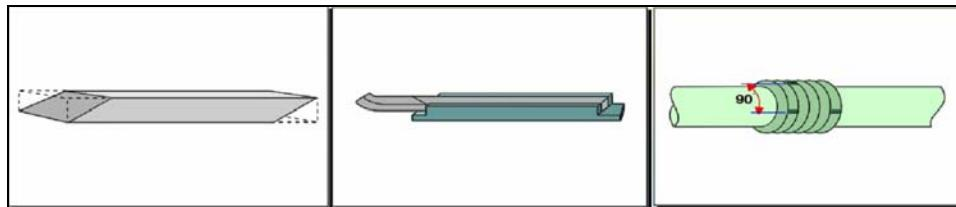

Figura 16 – Corte obliquio, dispositivo de corte e posicionamento das gaxetas.
- 6º. Cortar novos anéis de gaxeta com as extremidades oblíquas. Para execução do corte pode ser confeccionado um dispositivo (vide figura 16).
- 10º. Montar os anéis de gaxeta com os cortes defasados a 90° (vide figura 16).